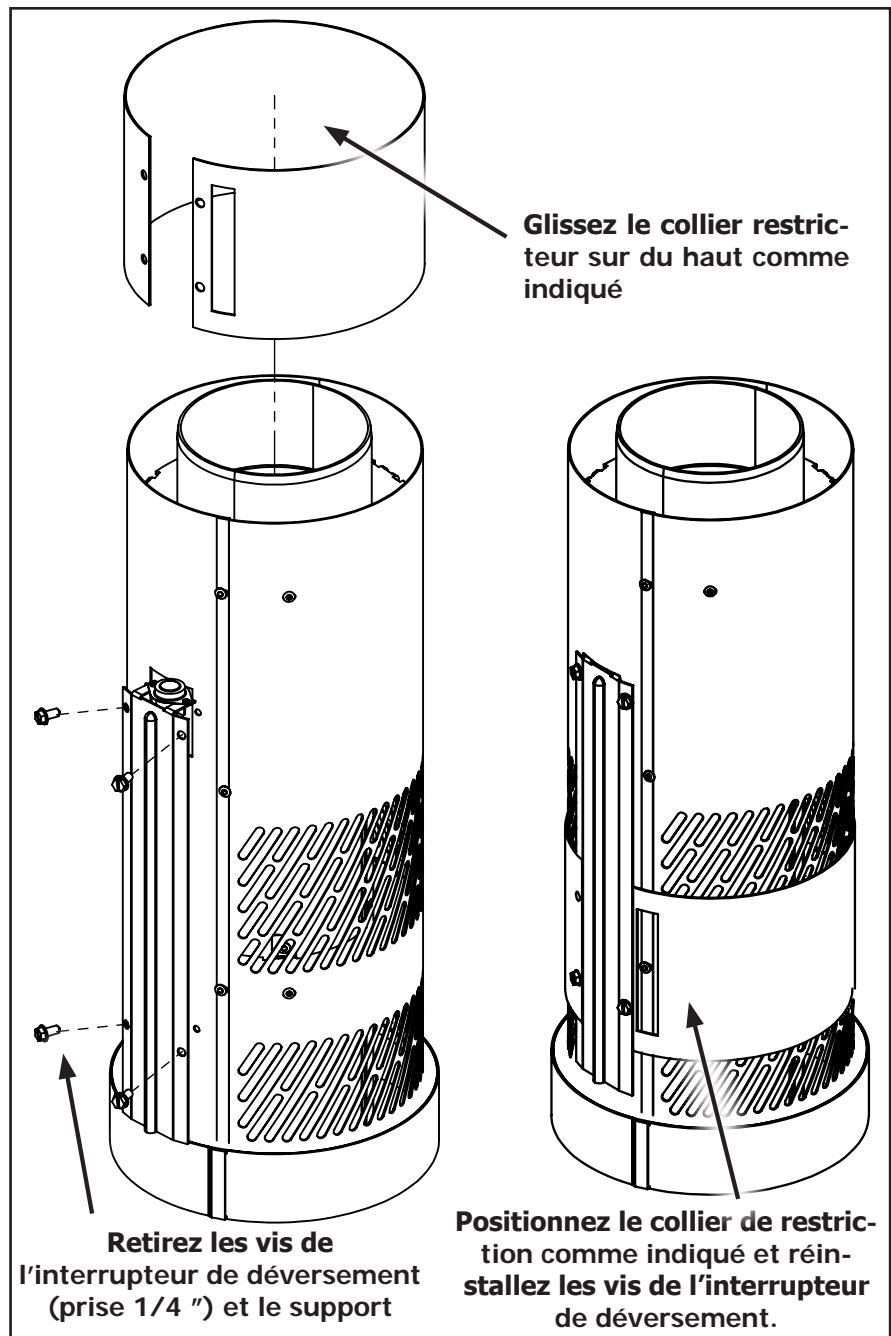

Figure 41: collier restricteur
2. Installez le collier de restriction fourni sur l'adaptateur Drafhod comme indiqué ci-dessous (Figure 41).